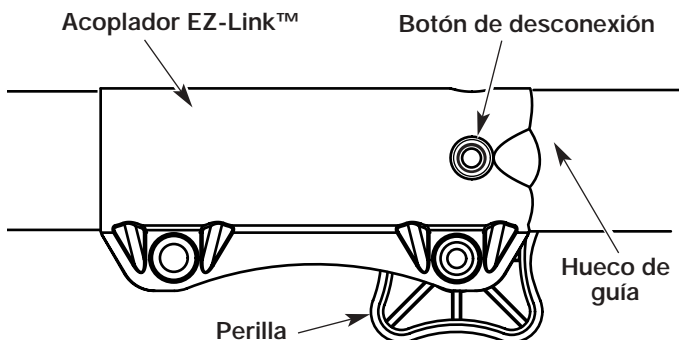

Figure 9
1. Gire la perilla en sentido antihorario para aflojarla (Fig. 9).
2. Opima y sostenga el botón de desconexión (Fig. 9).
NOTA: La alineación del botón de desconexión con el hueco de guía facilitará la instalación (Fig. 9).